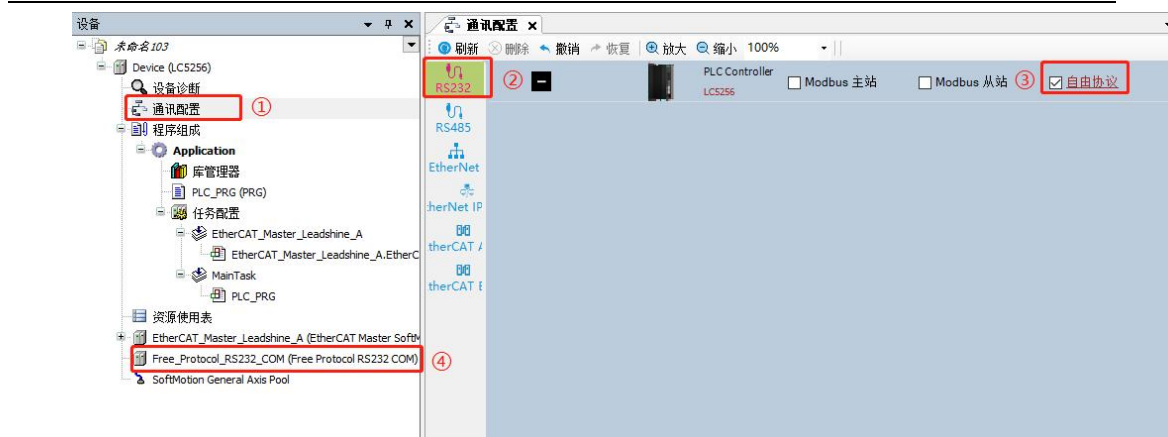

图 12.42 RS232 总线使能自由协议
鼠标双击网络组态中的“通讯配置”，如图 12.42 所示，单击 PLC 设备，弹出所支持的通信协议的使能窗口。勾选“自由协议”，使能后，变为红色。自由协议使能后，左侧树中，出现了对应的通信配置，如图 12.42，④处所示“Free_Protocol_RS232_COM”。